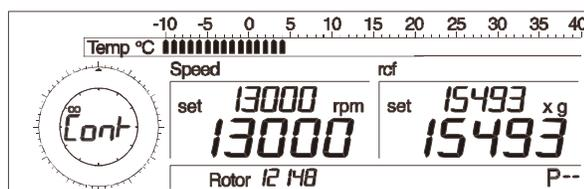

Abb. 5.13: Anzeige Dauerbetrieb
- von der Zeiteinstellung 11:59 im Uhrzeigersinn eine Einstellung weiter. Die Anzeige "cont" und das Symbol "∞" erscheint (Abb. 5.13).